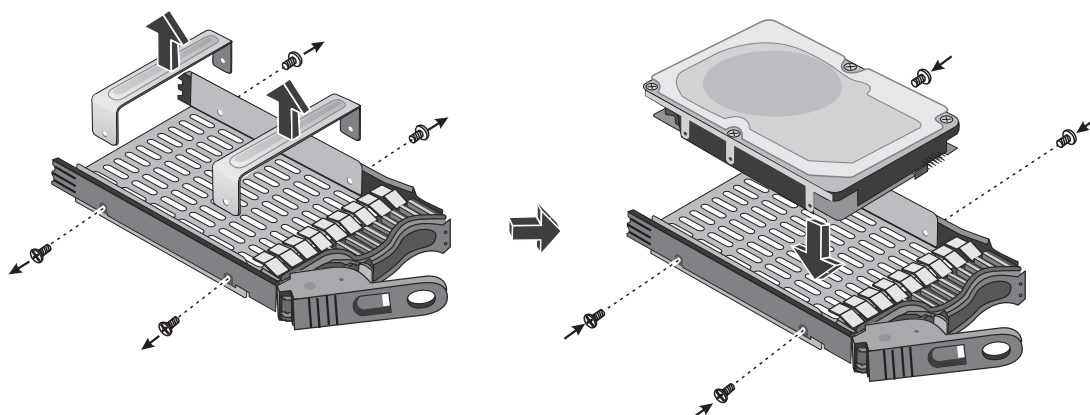

Figura 2-9. Assemblaggio di unità disco rigido hot swap e vassoio
4. Assemblare disco rigido e vassoio. Il vassoio è formato da una guida, un coperchio PCA e due barre di supporto. Rimuovere le due barre di supporto prima di installare il disco rigido. Fare riferimento alla figura 2-9.